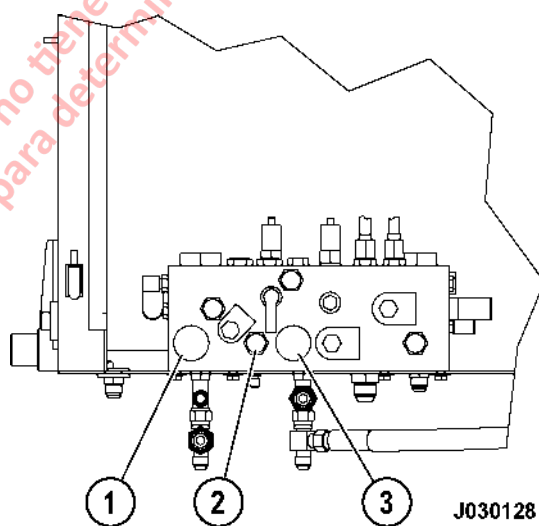

FIGURA 3-1. MANIFOLD DE FRENOS
La válvula de frenos es una válvula de modulación de presión que se acciona en forma mecánica a través del pedal de freno en la cabina del operador o en forma hidráulica a través de la válvula de aplicación automática (2, Figura 3-1) en el gabinete de freno hidráulico.
2. Coloque la palanca de control direccional en PARK y gire el Interruptor REST a ON. Gire el switch de arranque a OFF para apagar el motor y espere 90 segundos para que los acumuladores del sistema de la dirección se purguen. Abra las válvulas de purga (1) (3, Figura 3-1) para purgar los acumuladores de freno.
4. Con el motor apagado y el switch de llave en OFF, abra ambas válvulas de purga del acumulador del freno (1) y (3, Figura 3-1). Precargue ambos acumuladores de frenos a 9650 kPa (1400 psi). Consulte el Procedimiento de Carga del Acumulador más adelante en esta sección.